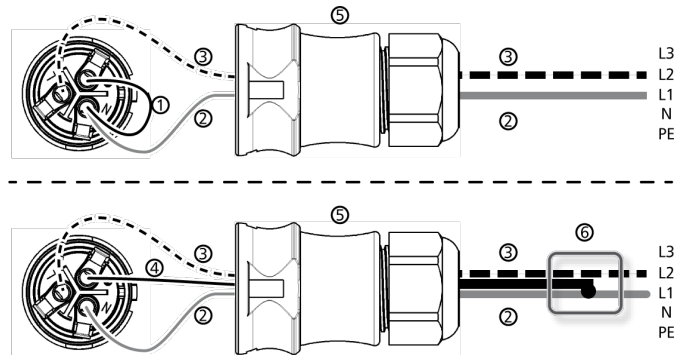

Abb. 12: Verbindung von N und FE im AC-Stecker (oben) oder Unterverteiler (unten)
- N und L werden wechselrichterseitig zwischen die Außenleiter L1 – L2 angeschlossen. Siehe ② und ③ in Abb. 12.
- Einer der beiden angeschlossenen Außenleiter wird wechselrichterseitig mit FE verbunden. Diese Verbindung kann im AC-Stecker oder in einem externen Unterverteiler vorgenommen werden. Abb. 12 zeigt beispielhaft die wechselrichterseitige Verbindung von L1 und FE:
2. ➤ Verbinden Sie wechselrichterseitig eine der beiden angeschlossenen Phasen mit FE. Stellen Sie die Verbindung entweder im AC-Stecker oder in einem externen Unterverteiler her gemäß Abb. 12.